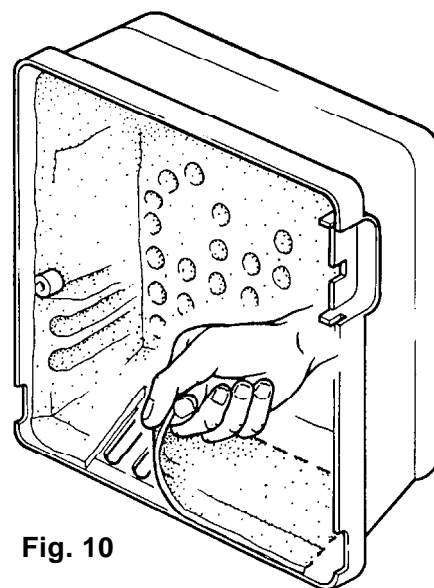

Fig. 10
- C** Nel modello BS4D tipo 918T1, per garantire il funzionamento con una potenzialità da 220 ÷ 250 kW, togliere il fonoassorbente pretranciato per liberare le feritoie aggiuntive di ingresso d'aria sul cofano (vedi fig. 10).